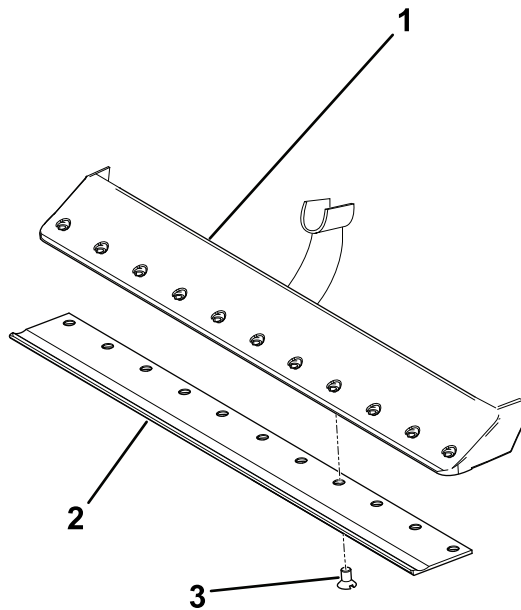

図 18
4. ベッドナイフ固定ボルトに固着防止パウンドを塗ってベッドナイフをベッドバーに固定する 図 18。